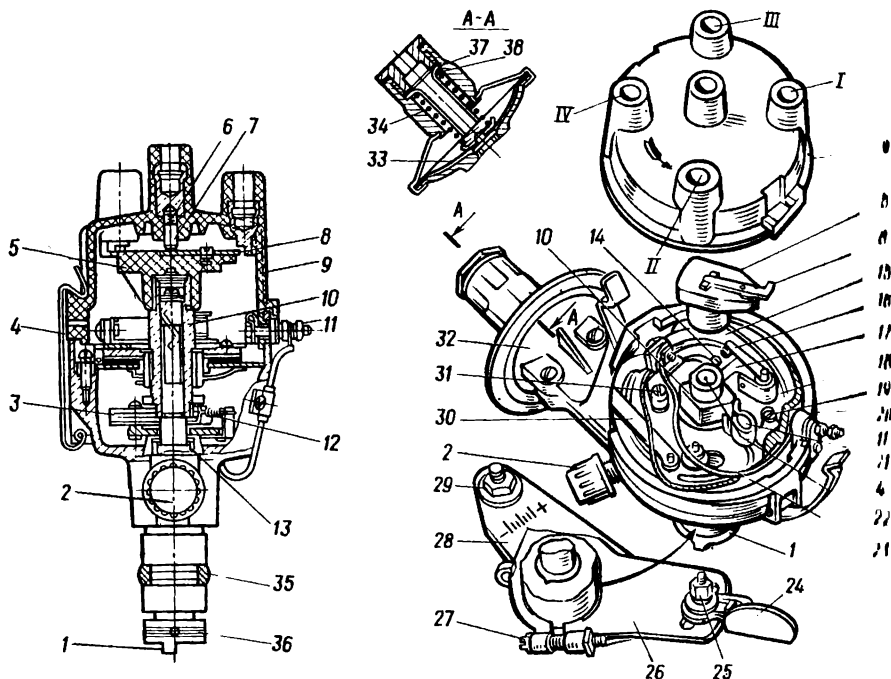

Рис. 182. Распределитель зажигания:
**Регулировка зазора между контактами прерывателя.** Снимают крышку 9 (см. рис. 182), ротор 5 и, проворачивая пусковой рукояткой коленчатый вал двигателя, устанавливают кулачок 10 в положение, когда зазор между контактами прерывателя будет наибольшим, т. е. когда кулачок подвижного контакта 17 установится на вершине грани кулачка 10. Проверяют плоским щупом зазор между контактами прерывателя-распределителя — он должен быть в пределах 0,35...0,45 мм. При зазоре, отличном от указанного, нужно произвести регулировку. Для этого необходимо ослабить стопорный винт 31 и поворотом эксцентрикового винта 19 установить требуемый зазор. Затем завертывают винт 31.
убедиться, что ротор 5 (см. рис. 182) стоит против контакта крышки, соединенного с проводом, идущим к свече зажигания первого цилиндра;
**Снятие и установка распределителя.** Отсоединяют провода высокого напряжения, провод низковольтного вывода, трубку вакуум-корректора. Отвертывают гайку 29 (см. рис. 182) крепления неподвижной пластины октан-корректора к корпусу привода распределителя и, покачивая распределитель вокруг оси, вынимают его из корпуса привода.
При необходимости нужно отрегулировать центробежный регулятор. Регулировка производится при снятом контактном основании путём изменения натяжения пружин 12 (см. рис. 182) возврата рычажков. Проверяют состояние рабочей поверхности контактов, при необходимости производят зачистку контактов. Проверяют отсутствие заедания рычажка на оси, отжав рычажок и отпустив его — рычажок должен быстро возвратиться и замкнуть контакты щелчком.
При необходимости вакуумный регулятор нужно отрегулировать изменением толщины пакетов регулировочных прокладок: прокладками 37 (см. рис. 182) регулируется максимальный угол, а прокладками 38— жесткость пружины.
снять крышку 9 (см. рис. 182) и ротор 5;